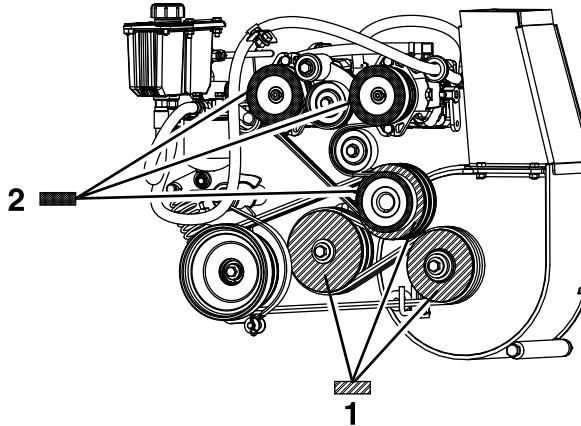

Figure 60
8. En vous servant de la poulie de ventilateur comme base de mesure, déplacez le moteur et l'arbre intermédiaire jusqu'à ce que la surface arrière des 3 poulies soit alignée à 0,8 à 1,6 mm (1/32 à 1/16 po) près (Figure 60).
4. Utilisez une règle pour aligner chaque poulie de pompe sur la poulie du moteur, en la faisant glisser sur l'arbre d'entraînement de la pompe (Figure 60).